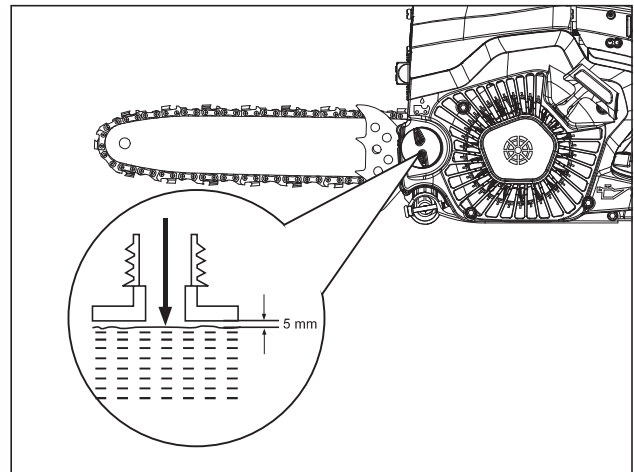

Fig. 4
3. No llene por encima del límite y deje un espacio de 0.20 pul. (5 mm) aproximadamente entre la parte superior del aceite y el borde interno del depósito para permitir la expansión (Fig. 4).